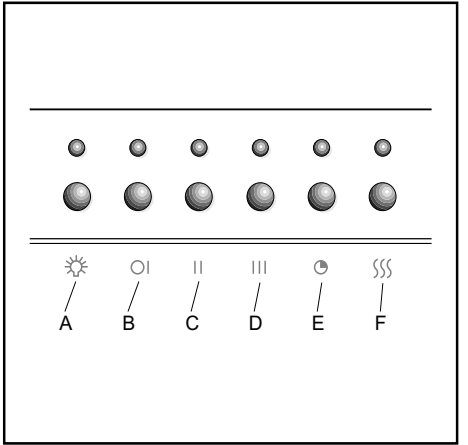

Fig.19
• COMANDO: ELETTRONICA (Fig.19)